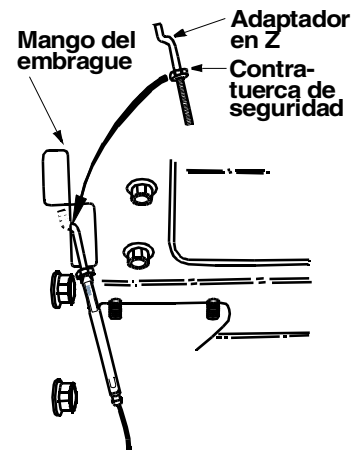

Figura 9
- Asegúrese que haya una contratuerca enroscada toda hasta la porción enroscada del adaptador en Z; se proveen extras en el conjunto de ferretería. Vea la Figura 9. Coloque la manija del embrague en la posición elevada (up).